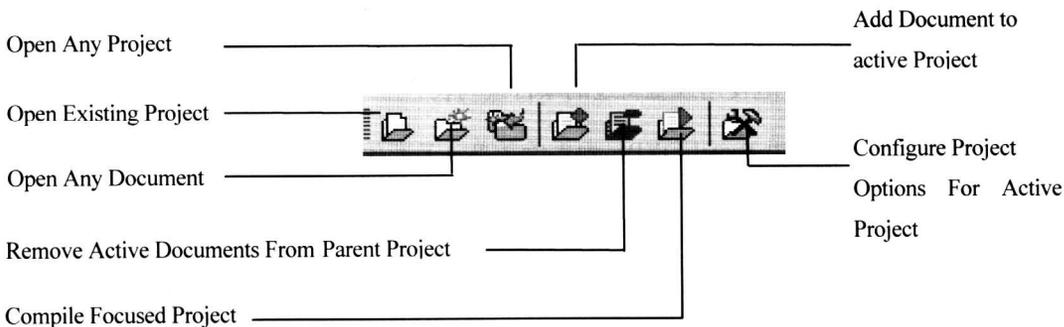

图 1-7 项目工具栏
- ◆ Project(项目)工具栏: 项目工具栏如图 1-7 所示。